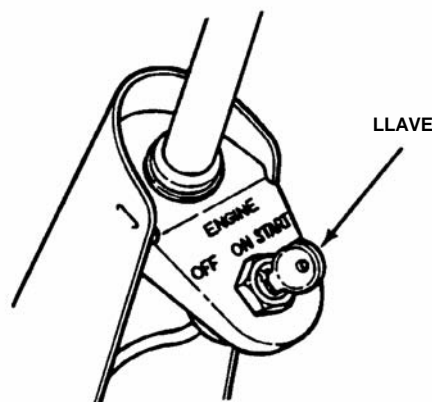

FIGURA 2.7
6. Ponga la llave de contacto en "START" (ARRANQUE) hasta que el motor arranque. Vea la figura 2.7. NOTA: Si después de 5 segundos de hacer girar el motor éste no arranca, suelte la llave, asegúrese que el pedal de embrague/freno está pisado a fondo y después de aproximadamente 20 segundos intente nuevamente el arranque.